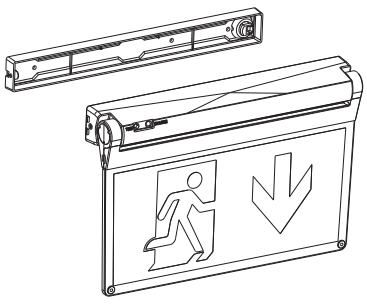

Figure : 1
4. Connectez le câble d'alimentation (figure 1).